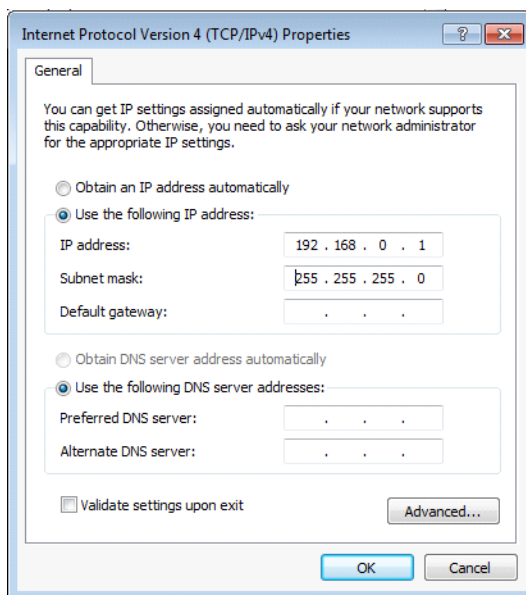

Рис. 7-23 Окно Протокол интернета версии 4 (TCP/IPv4): Свойства (Windows 7)
7. В диалоговом окне **Internet Protocol Version 4 (TCP/IPv4) Properties** выберите **Use the following IP address** [Использовать следующий IP-адрес] (см. Рис. 7-23 на стр. 225).